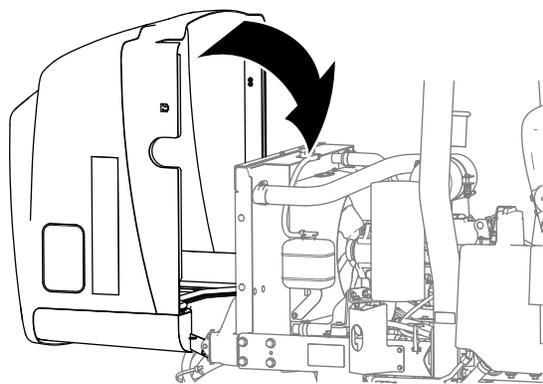

Figura 25
1. Rode o capot para a frente e desça-o, cuidadosamente, para a máquina (Figura 25).